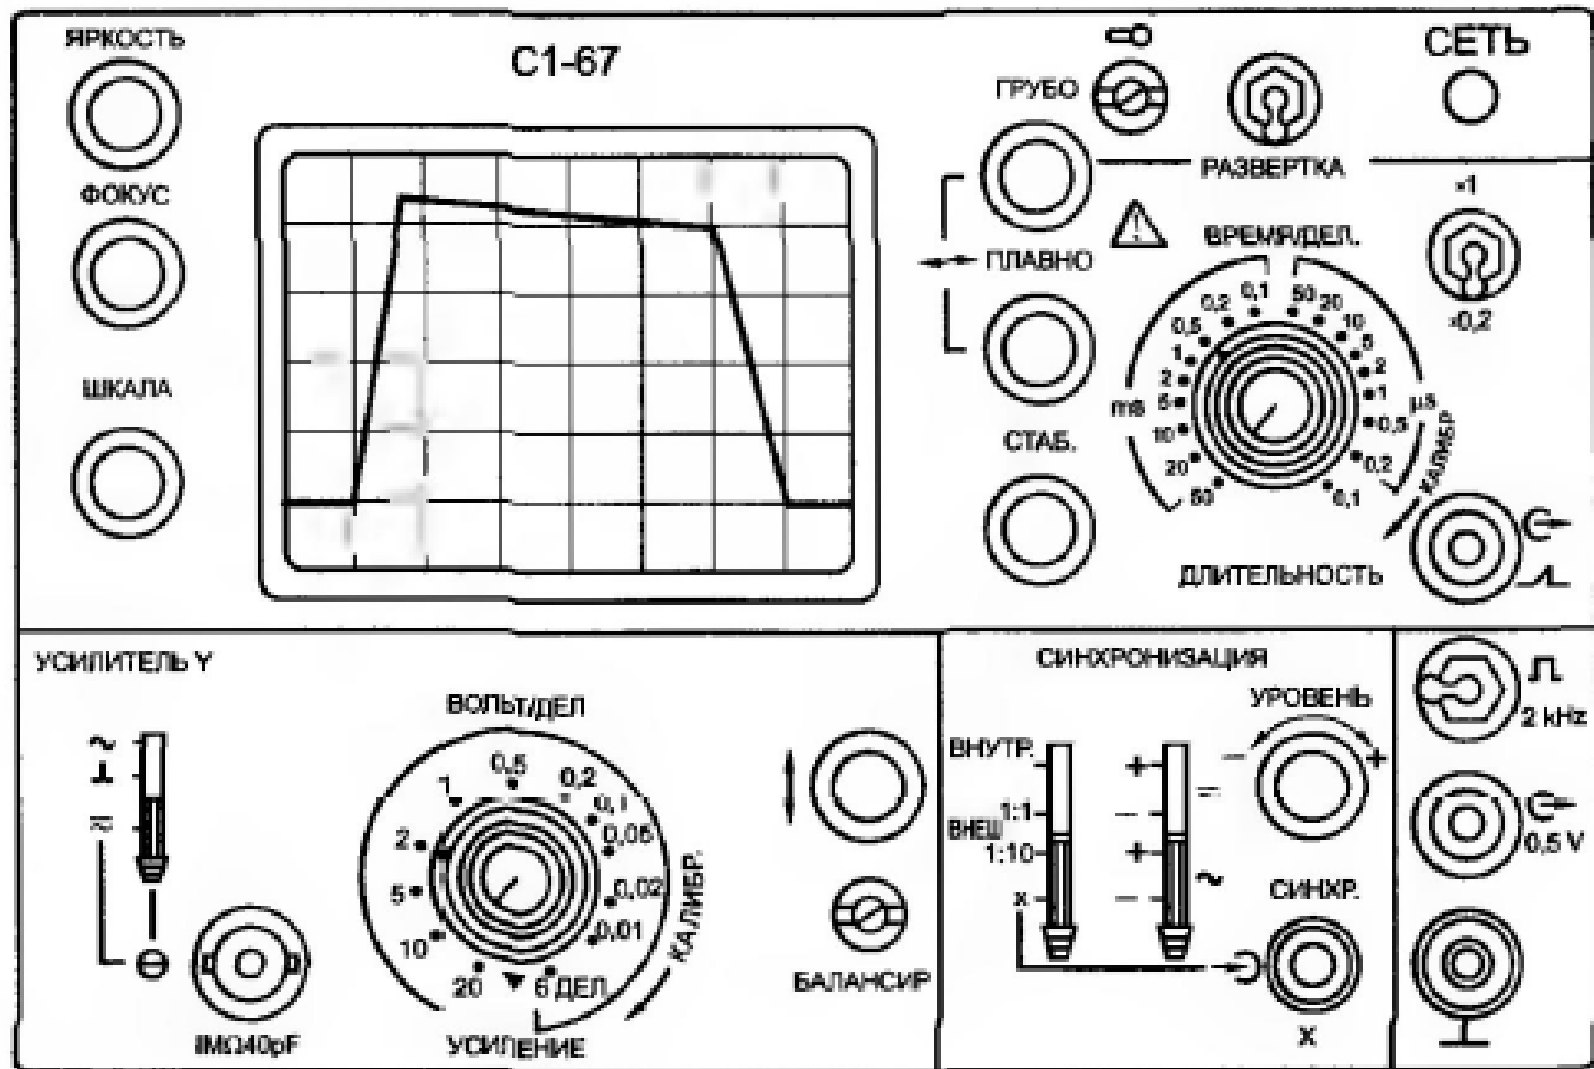

Рис. 7.2. Изображение лицевой панели осциллографа С1-67 с импульсным сигналом
**7.80 — 7.97.** Определить время установления переднего фронта импульса, представленного на экране рис. 7.2, при следующих положениях масштабозадающих органов управления прибора С1-67: